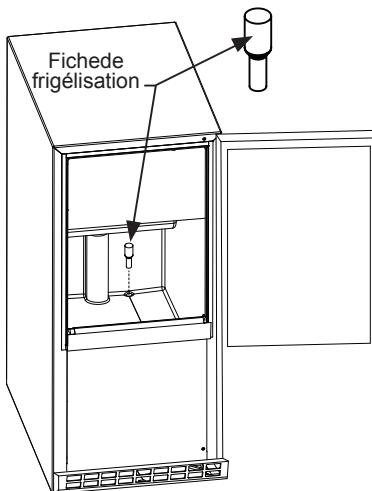

Figure 5
13. Installez la prise de frigélation dans le trou de vidange d'eau à l'intérieur du bac à glaçons (Figure 5).